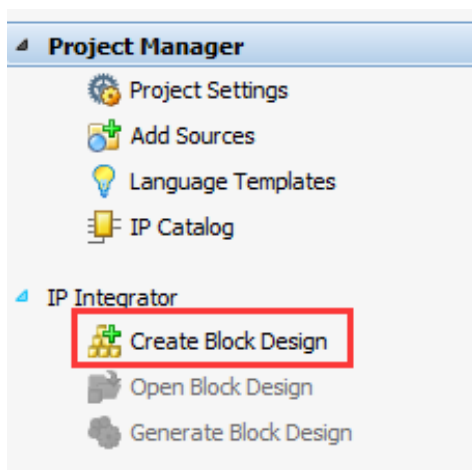

图 2-9 创建原理图
1) 在 Flow Navigator 下的 IP Integrator 目录下, 点击 Create Block Design, 创建原理图, 如图 2-9。